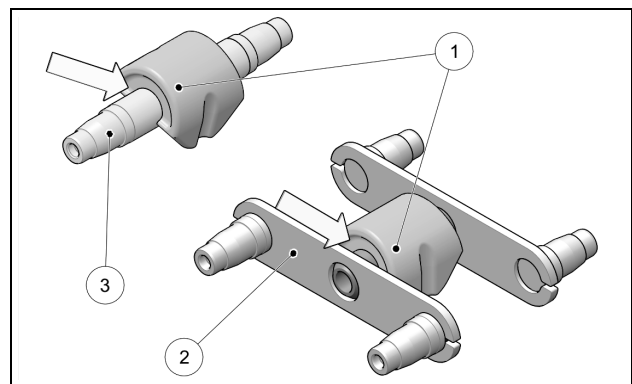

Abbildung 40
Überprüfen, ob die vulkanisierten Gummiunterlagen (1) auf Stabilisatoren (2) und Radachsen (3) genügend angezogen sind und dass sie keine Zeichen der Ablösung zwischen Bauteilen zeigen. Abbildung 40.